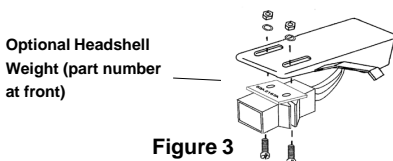

Figure 3
- Attach the cartridge to the headshell using the screws supplied. See Figure 3. Tighten the screws after positioning the cartridge (and headshell weight, if desired) according to one of the methods described below.
3. Den Tonabnehmer mit den mitgelieferten Schrauben am Tonarmkopf befestigen. **Siehe Abbildung 3.** Die Schrauben nach dem Ausrichten des Tonabnehmers (und ggf. des Tonarmkopfgewichts) anhand einer der unten beschriebenen Methoden festziehen.